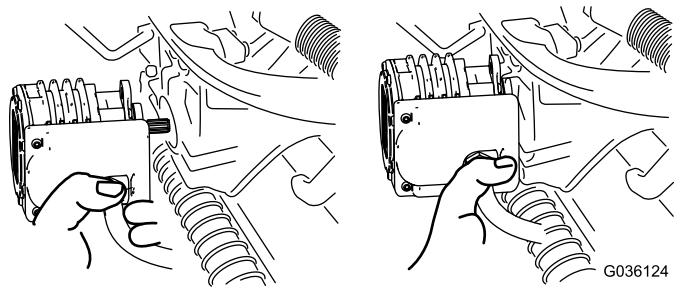

図 60
5. 外したモータは、サスペンションアームの前部にある一時保管位置にセットしておく図 60。